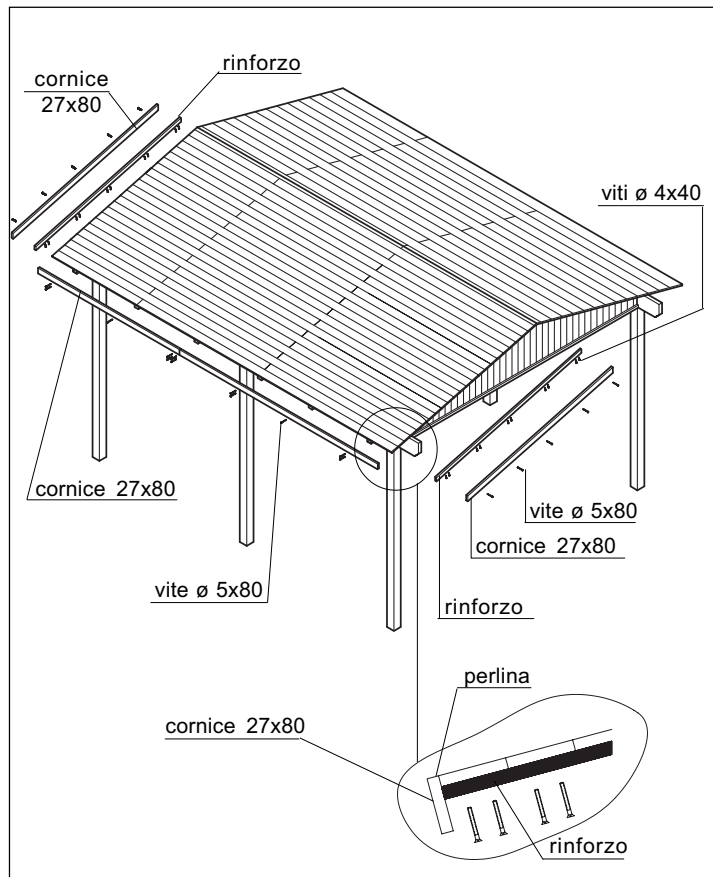

Fig. 12
- Fissare le cornici perimetrali con viti mordenti Ø 5x80 lateralmente sulle capriate e frontalmente sulle perline. Le cornici in gradazione vanno messe frontalmente e posteriormente e fissate con n° 6 viti per cornice, le cornici laterali andranno fissate alle capriate con n° 10 viti per lato (Fig. 12).
- Fissare il rinforzo 27x55 del tetto con n° 2 viti Ø 4x40 per ogni perlina (il profilo va rifilato come la larghezza delle falde e posizionato sotto) (Fig. 12).